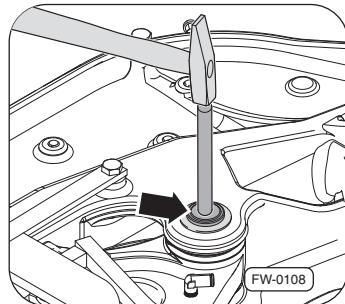

Fig. 32 · Déposer le boulon
6. Déposer le boulon ⇒Fig. 32, –flèche– de la pièce de verrouillage avec un poinçon ⇒Page 36.
4. Installer le boulon ⇒Fig. 32 et le bloquer avec le disque de support ⇒Fig. 35, –pos. 2– et la bague d'arrêt –pos. 1–.